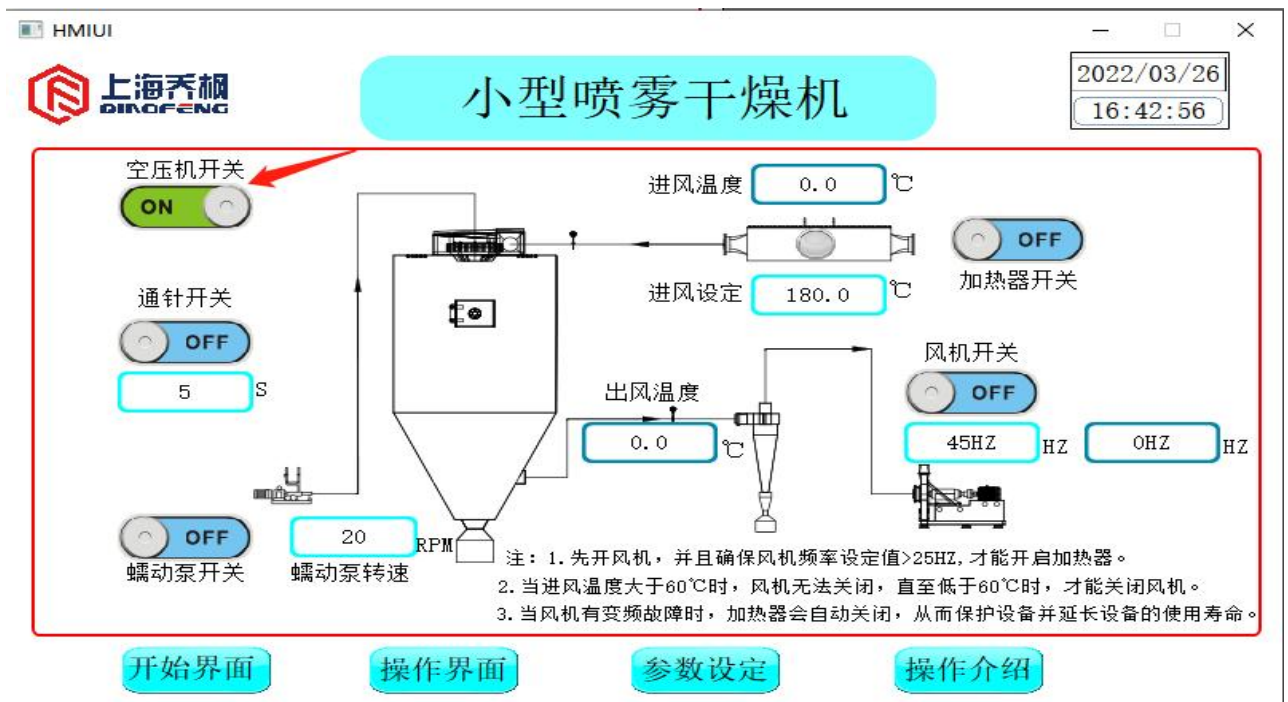

图 10
(8) 点击“空压机开关”1，开启空压机。显示状态如图 10 所示。